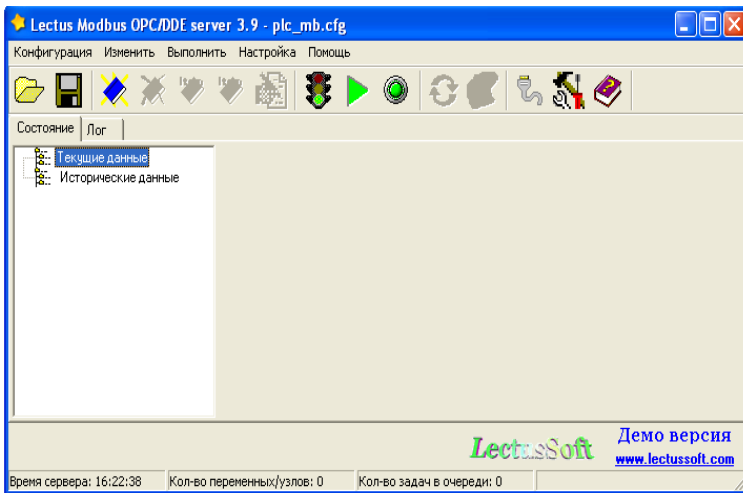

Рисунок 2.3 – Стартове вікно програми налаштування
1) Видаліть раніше встановлені вузли, запам'ятайте за допомогою команди *Сохранить как* в меню *Конфигурация* конфігураційний файл з новим ім'ям. Таким чином буде створено новий проект, вікно з яким зображено на рис. 2.3.